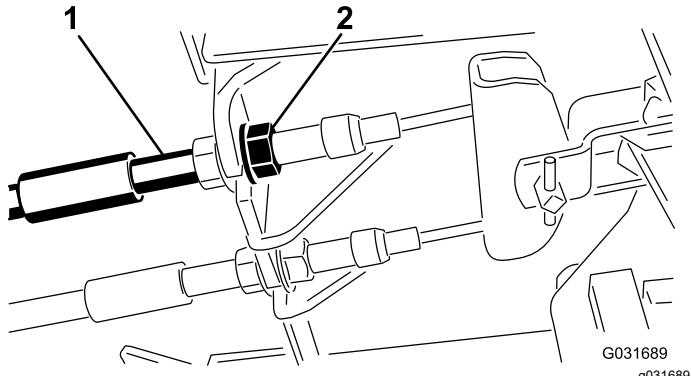

Figure 56
1. Pour réduire la garde aux pédales de frein, serrez les freins en desserrant l'écrou avant sur l'extrémité filetée du câble de frein (Figure 56).